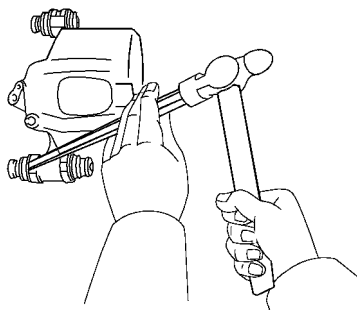

图 15-76 用锤子和凿子拆下 4 个防尘罩
- 2) 使用锤子和凿子从分泵拆下 4 个防尘罩，如图 15-76 所示 (4WD)。